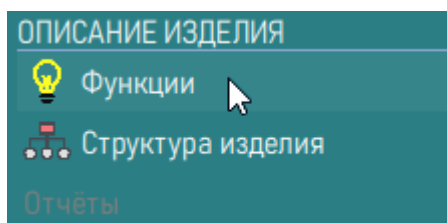

Рисунок 173 – Секция «Описание изделия» кнопка «Функции»
3) На открывшейся панели в секции «Описание изделия» нажать кнопку «Функции» (рисунок 173).